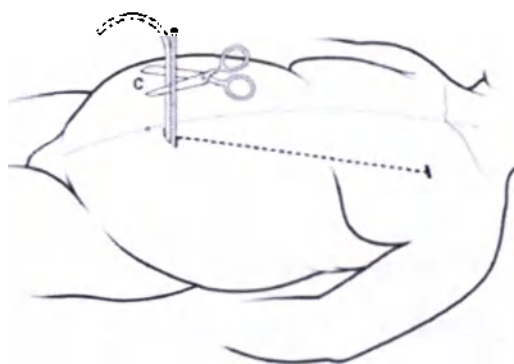

Рисунок 14
6. Вставьте измерительный стержень (находится в отдельном стерильном пакете вместе с туннельным инструментом), начиная с кончика с маркировкой 1 см, в первичный разрез рядом с нижним катетером, перпендикулярно к фасции и параллельно катетеру. Продвигайте измерительный стержень до тех пор, пока наконечник не упрется в фасцию прямой мышцы. См. рисунок 14.
7. Держите внешний сегмент нижнего катетера рядом с измерительным стержнем и параллельно ему. При помощи сантиметровой маркировки на измерительном стержне, подрежьте нижний катетера при длине С выше уровня фасции (рисунок 14). Сделайте один, прямой, перпендикулярный разрез трубки при помощи шовных ножниц.